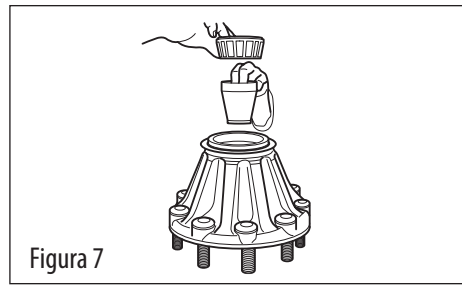

Figura 7
2. Para las mazas de dirección, instale el separador tubular de balero con el extremo más angosto hacia abajo (vea la figura 7).